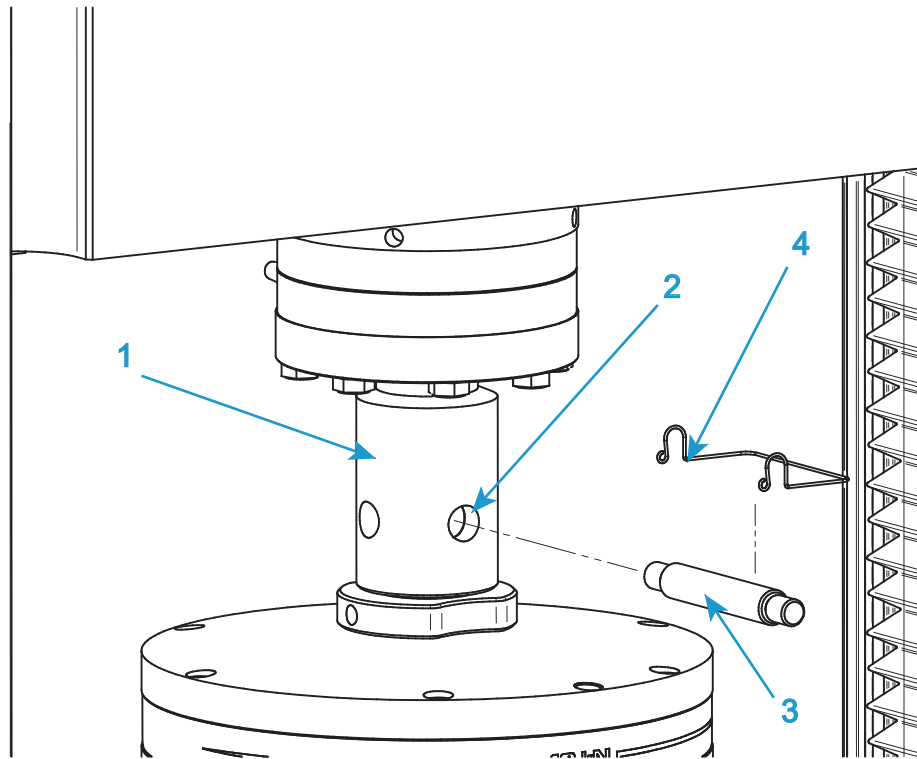

Figura 22. Installazione tipica della presa
Consultare la Figura 22 a pagina 97 quando si segue questa procedura.
1. Per il morsetto superiore, inserire l'adattatore sul morsetto nella presa a forcella femmina (1 in Figura 22) sull'adattatore della cella di carico.
2. Allineare i fori della forcella (2 in Figura 22) e infilare il perno a testa (3 in Figura 22) piana attraverso i fori.
3. Fermare in posizione il perno a testa piana, con l'apposito fermaglio (4 in Figura 22).